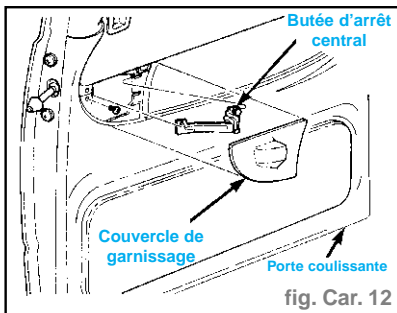

fig. Car. 12
- Déposer le couvercle de garnissage de la butée d'arrêt central de la porte coulissante (fig. Car. 12).
- Poser l'arrêt central sur la porte coulissante (fig. Car. 12).